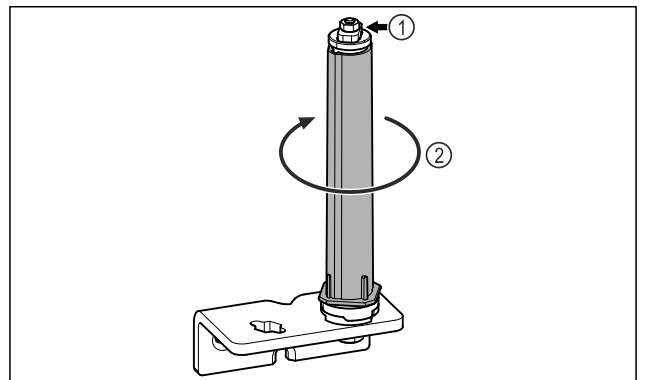

Fig. 22
- ▶ Mos e zbrërtheni sistemin e mbylljes së derës Fig. 22 (1).
- ▶ Rrotulloni sistemin e mbylljes Fig. 22 (2) derisa të kërcasë.